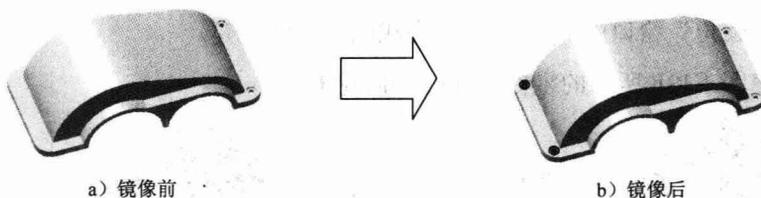

图 1.17 镜像 2
- (5) 单击窗口中的  按钮，完成 M8 六角头螺栓的柱形沉头孔 1 的创建。
Step10. 创建图 1.17 所示的镜像 2。